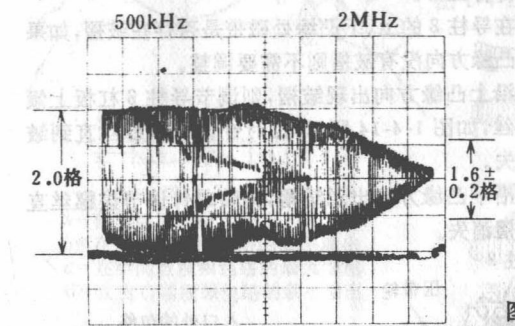

图 2-2-5
- 调节 R259 使在 2MHz 位置的幅度为  $1.6 \pm 0.2$ (刻度)而假定在 500kHz 的幅度为“A”(A=2 刻度)(图 2-2-5)。